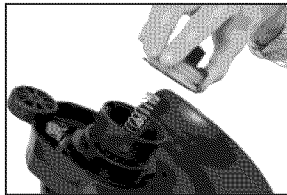

Figura 23 - Retiro de la tapa y del carrete
2. Quite la cubierta del carrete y el carrete de la carcasa del carrete. (Vea la Figura 23)